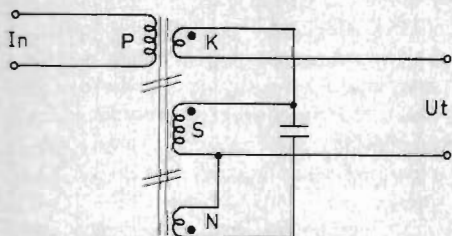

Fig 9. Stabilisator med neutralisationslindning (N).
Lösningen på distorsions- och brumproblemen visade sig sedermera vara en ny lindning och en ny utformning av kärnklippet. Se fig 9. Över sekundärlindningen har kondensatorn kopplats i serie med en neutralisationslindning (N) och kärnan har försetts med ytterligare en magnetisk shunt.